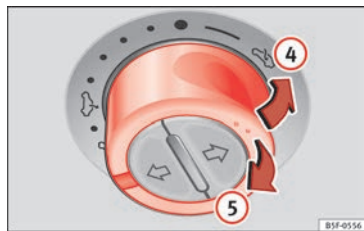

Fig. 12
- Pivotement : poussez la commande vers la position » fig. 12 ④. Pour obtenir une position intermédiaire, maintenez la commande enfoncée jusqu'à parvenir à la position souhaitée.
- Abaissement : tirez la commande vers la position » fig. 12 ⑤. Pour obtenir une position intermédiaire, maintenez la commande enfoncée jusqu'à parvenir à la position souhaitée.